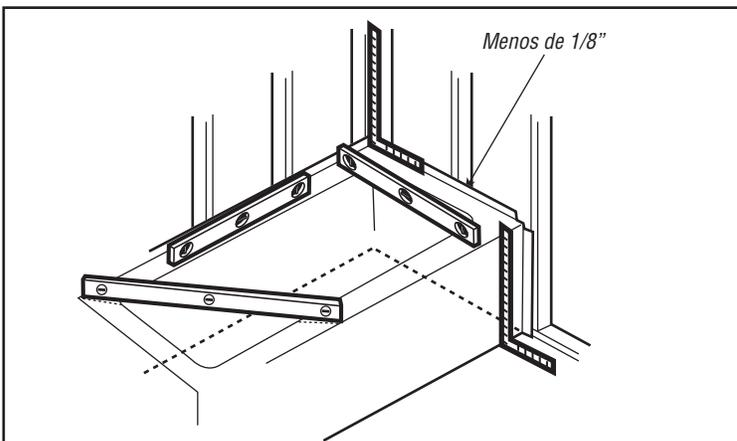

Figura 2
- 2** Fije la cañería de desagüe y desborde siguiendo las instrucciones del fabricante. Si el fabricante del drenaje no incluyó una junta de goma, utilice sellador de látex o acrílico, NO use masilla, entre el drenaje y la bañera. El uso de masilla de plomería degradará el plástico con el tiempo y podría causar daños. Coloque la bañera en el hueco (Figura 2). Verifique que la bañera